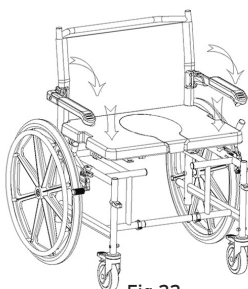

Fig.22
- Posare la seduta sul telaio della carrozzina e premere verso il basso per fissarne la posizione, dopodiché aggiungere il coperchio (Fig.22);